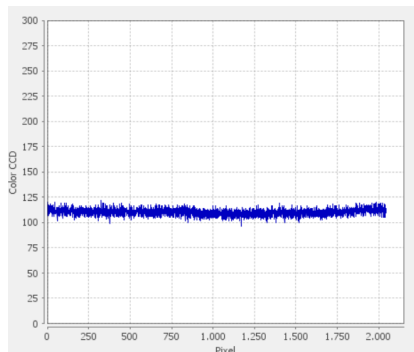

Figura 6: Sinal Vermelho teste 1
- Teste Vermelho 1: Apertar botão Atualizar Canal Vermelho, uma imagem como a figura 6 deve ser exibida na tela;